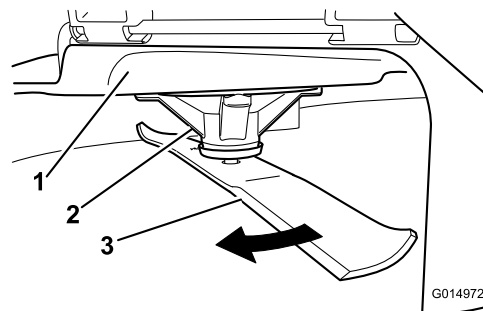

Figure 76
2. Enfilez des gants épais ou utilisez une autre protection adéquate pour les mains, et faites tourner la lame lentement jusqu'à une position permettant de mesurer correctement la distance entre le tranchant et la surface plane sur laquelle se trouve la machine (Figure 76).